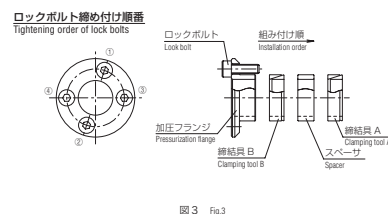

図3 Fig.3
3. ローラピニオンに締結部品を締結具A、スペーサ、締結具B、加圧フランジの順に組み込んで下さい。このとき締結具の向きはインナーリングが奥側になるようにして下さい。(図3)
Install the clamping tool parts in the roller pinion in order of the clamping tool A, the space, the clamping tool B and the pressure flange. At this time, the inner ring of the clamping tool should be on the back side. (Fig. 3)
7. 調整後、ロックボルトを対角線の順に(図3)それぞれ所定トルクの約1/4にて均等に締め付け、徐々に締め付け力を増して締め付けて下さい。
After the adjustment, fasten the lock bolts diagonally (Fig. 3) and uniformly starting at 25% or so of the recommended tightening torque with gradual increase.